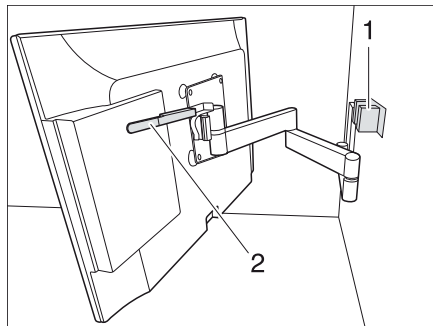

Fig. 59 Support à bras articulé
- Pousser le levier (Fig. 59,2) vers le bas pour détacher l'écran plat du dispositif de blocage (Fig. 59,1). Relâcher le levier.